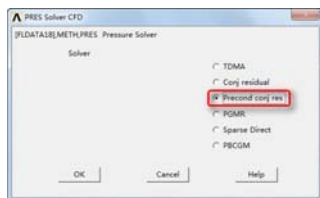

图 6-24 “PRES Solver CFD”对话框
⑦依次选择 Main Menu→Preprocessor→FLOTRAN Set Up→CFD Solver Contr→PRES Solver CFD, 会弹出“PRES Solver CFD”对话框, 选择“Precond conj res”, 如图 6-24 所示。